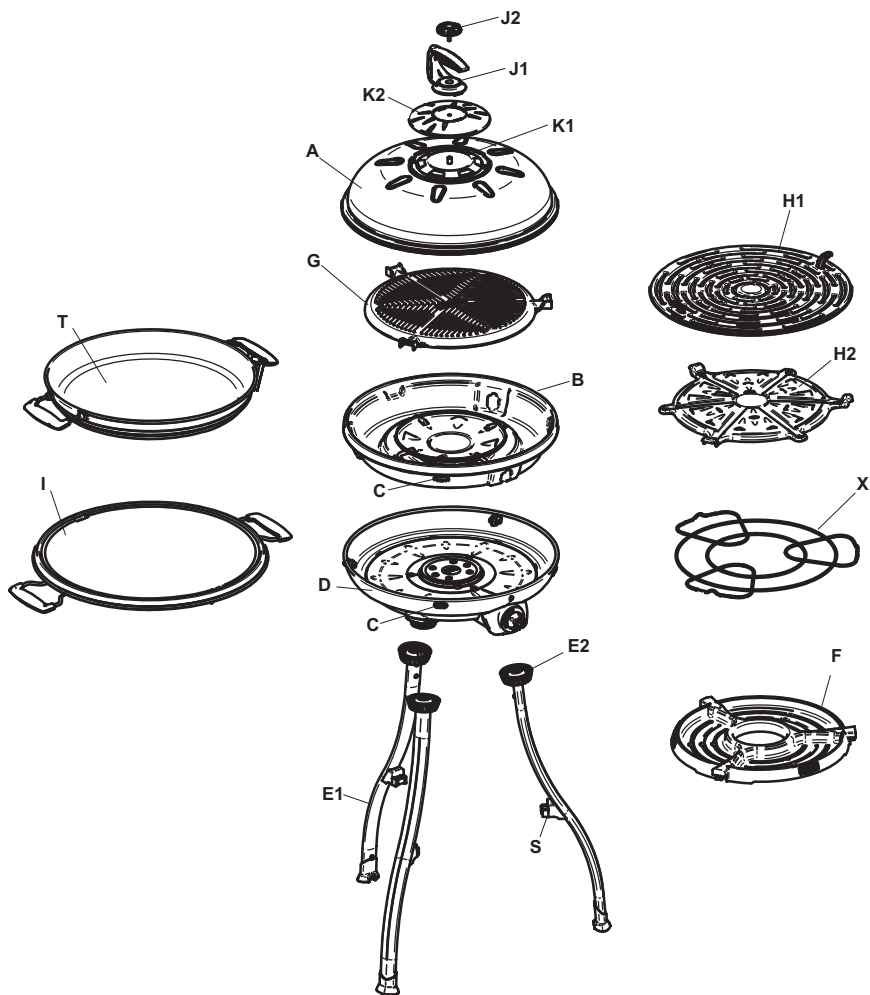

Fig. 2
- Let er bij het monteren van de poten altijd op, dat de veiligheidsringen goed werden vastgedraaid en dat het toestel als het eenmaal in elkaar gezet is, niet wankelt of wiebelt. Niet gebruiken zonder de Bak voor Bijkomstigheden (F)! Die bak draagt aanzienlijk bij tot de stevigheid van het apparaat. (Zie Fig.2 en 3c)
- Zet de Branderpan (D, Fig.2) op een schoon oppervlak, met de Brander (N) naar beneden. Neem één van de Poten (E1, Fig.2 en 3a). Steek het spits toelopende uiteinde in één van de Pootklampen en let erop dat de gleuf van het spitse deel samenvalt met het passtuk van de pootklamp. Schuif de Veiligheidsring (E2) op de Pootklamp, draai hem naar *rechts* zodat de draad pakt en *blijf draaien* tot hij vastzit. Niet ál te vast draaien!
- Aansteken met de piëzo-elektrische aansteker: zet Uw wijsvinger in het verzonken deel van de kunststofdeksel die de aanstekerknop (L2) (Fig.8b) afschermt. Houd Uw duim op de ontstekingsknop. Draai met de andere hand de regelaar (O) open en druk de ontstekingsknop in. De brander (N) kan door de inspectiegatjes (C) (Fig.2) worden waargenomen en men kan zien of het gas brandt. Zie ook „Algemeen“, hieronder. Als het gas niet bij de eerste vonk brandt, druk dan de ontstekingsknop een tweede of derde maal in. Brandt het gas na twee of drie seconden nóg niet, sluit dan de kraan (O) en wacht ongeveer een halve minuut zodat het gas dat zich in het toestel heeft opgehoopt, kan ontsnappen. Blijf het bovenstaande herhalen, tót het gas brandt. Gewoonweg behoort de brandervlam binnen de eerste paar seconden te werken.
- U kunt de vlam zien door het inspectiegat (C) (Fig.2) aan de zijkant van de Vetopvang (B).